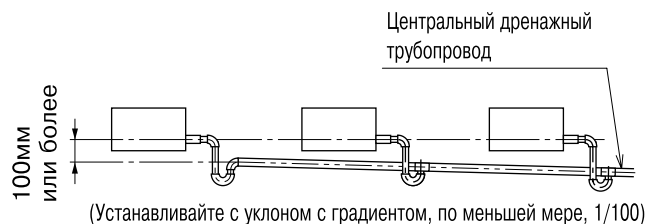

Рис. 7-2
- Во избежание образования воздушных пробок следите за тем, чтобы не превышалась допустимая длина дренажной трубы, и обеспечивался ее наклон вниз с градиентом не менее $1/100$. (См. рис. 7-2)